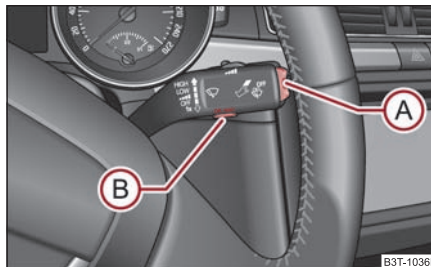
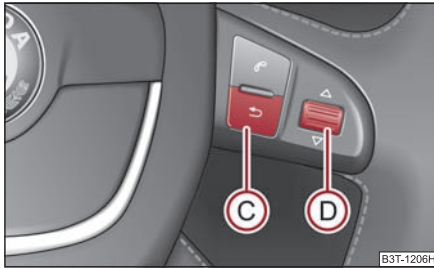

Fig. 21 Indicatorul multi-funcțional: Elementele de comandă
Fig. 22 Indicatorul multifuncțional: Acționarea de la tastele de pe volanul multifuncțional
Comutarea între memorii are loc de la tasta **(B)** ⇒ fig. 21 de pe maneta de acționare a ștergătoarelor sau cu ajutorul tastei **(D)** de pe volanul funcțional\* ⇒ pagina 23.
Tasta basculantă **(A)** și tasta **(B)** se găsesc în maneta de acționare a ștergătoarelor de parbriz ⇒ fig. 21.
La autovehiculele echipate cu volan multifuncțional\*, tastele **A** și **B** sunt înlocuite de roțița de pe volanul multifuncțional ⇒ fig. 22. ■
Comutarea și resetarea are loc de la roțița **D** ⇒ fig. 22.
⇒ pagina 22, fig. 21, resp. a tastei **C** de pe volanul multifuncțional ⇒ fig. 22, se afișează funcția care a fost afișată ultima dată.
Pe ecran apare durata de deplasare de la ultima ștergere a memoriei. Dacă doriți să cronometrați timpul de deplasare de la un anumit moment înainte, trebuie să resetați memoria pe zero în acel moment, apăsând tasta **B** de pe maneta ștergătoarelor ⇒ pagina 22, fig. 21 sau a roțiței **D** de pe volanul multifuncțional\* ⇒ pagina 23, fig. 22 mai mult de 1 secundă.
Dacă doriți să măsurați consumul de carburant mediu pentru o anumită perioadă de timp, la începutul măsurării trebuie să resetați memoria pe zero, de la tasta **B** de pe maneta ștergătoarelor ⇒ pagina 22, fig. 21 sau de la roțița **D** de pe volanul multifuncțional\* ⇒ pagina 23, fig. 22. După ștergere, în primii 100 metri, pe display se vor afișa linii.
Pe display apare distanța parcursă de la ultima ștergere a memoriei ⇒ pagina 22. Dacă doriți să calculați distanța parcursă dintr-un anumit moment înainte, trebuie să resetați memoria pe zero în acel moment, apăsând tasta **B** de pe maneta ștergătoarelor ⇒ pagina 22, fig. 21 sau a roțiței **D** de pe volanul multifuncțional\* ⇒ pagina 23, fig. 22.
Pe display apare viteza medie în km/h de la ultima ștergere a memoriei ⇒ pagina 22. Dacă doriți să calculați viteza medie pentru o anumită perioadă de timp, la începutul măsurării trebuie să resetați memoria pe zero, de la tasta **(B)** de pe maneta ștergătoarelor ⇒ pagina 22, fig. 21 sau de la roțița **(D)** de pe volanul multifuncțional\* ⇒ pagina 23, fig. 22.
- Apăsați tasta **(B)** de pe maneta ștergătoarelor ⇒ fig. 25 sau roțița **(D)** de pe volanul multifuncțional\* ⇒ pagina 23, fig. 22. Pe display-ul informativ\* se afișează **Speed warning 50 km/h (Avertizare la 50 km/h)** ⇒ fig. 24.
Dacă veți depăși această limită de viteză, pe display se va afișa **Speed 50 km/h exceeded (Depășire viteză 50 km/h)**. Acest anunț rămâne afișat până când reduceți viteza sub limita setată, sau până când dezactivați anunțul apăsând tasta **(B)** de pe maneta ștergătoarelor ⇒ fig. 25 sau roțița **(D)** de pe volanul multifuncțional\* ⇒ pagina 23, fig. 22.